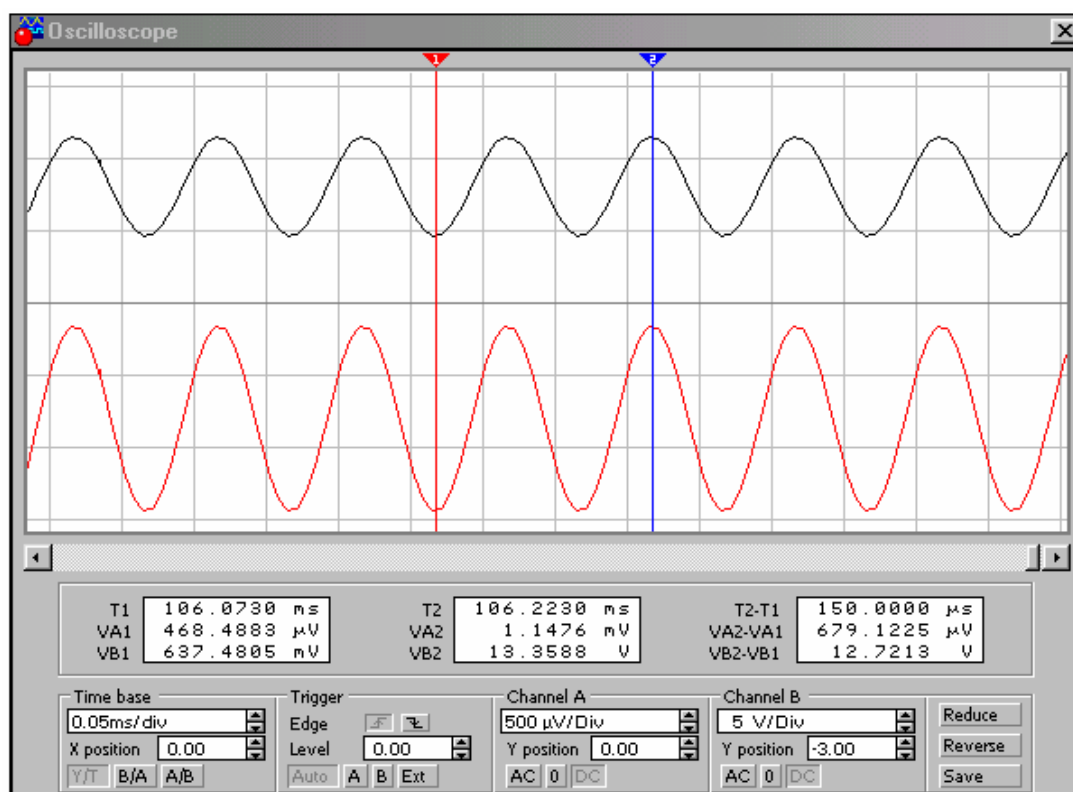

Рисунок 7.7
Зрозгорнути зображення на весь екран горизонтальною прокруткою (рис. 7.7).
4.9.2 Вимірити амплітуди $U_{m \text{ вих}}$ та $U_{m \text{ вх}}$ на збільшеному екрані осцилографа (рис. 7.7) встановленням маркерів 1 і 2 на різнополярні амплітуди.